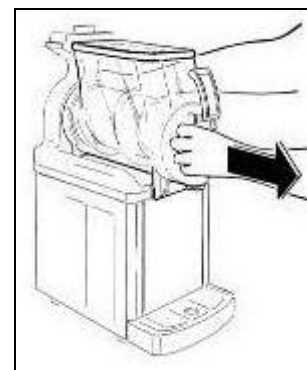

Fig. 15
- Tirer le bac vers l'extérieur et le libérer de son logement (fig. 15).